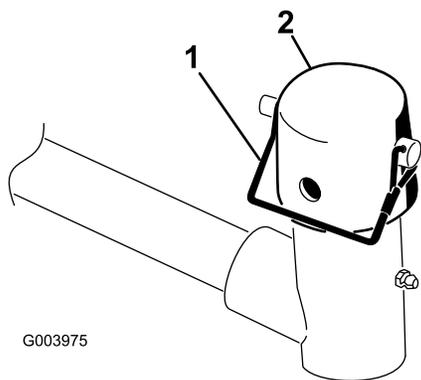

Figure 10
7. Retirez la goupille à anneau et l'axe de chape de l'ensemble goupille et attache de la chape de pivot du bras de levage. Déposez alors le capuchon (Figure 10).
11. Fixez le capuchon et l'arbre du bâti porteur à la chape du bras de levage avec la goupille à fermoir (Figure 10).